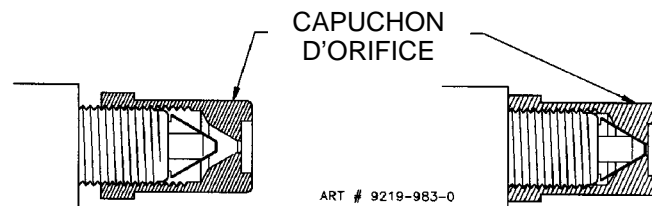

FIGURE 9C
**REMARQUE :** Sur les appareils équipés de la valve de sécurité Eaton pour four, dévisser les capuchons d'orifice de façon à ce qu'ils ne reposent pas contre la broche (voir la figure 9C). soit approximativement 1 1/2 à 2 tours.